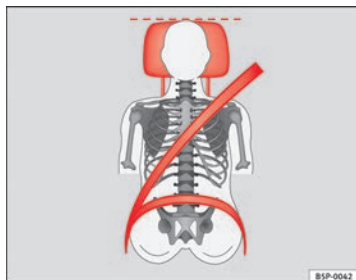
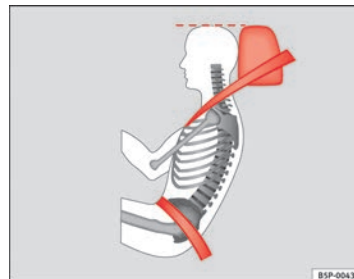

Fig. 66 Visto de frente:
Fig. 67 Visto de lado:
- Ajuste el apoyacabezas de modo que el borde superior del mismo quede a la misma altura que la parte superior de la cabeza, como mínimo a la altura de los ojos ⇒ fig. 66 y ⇒ fig. 67.